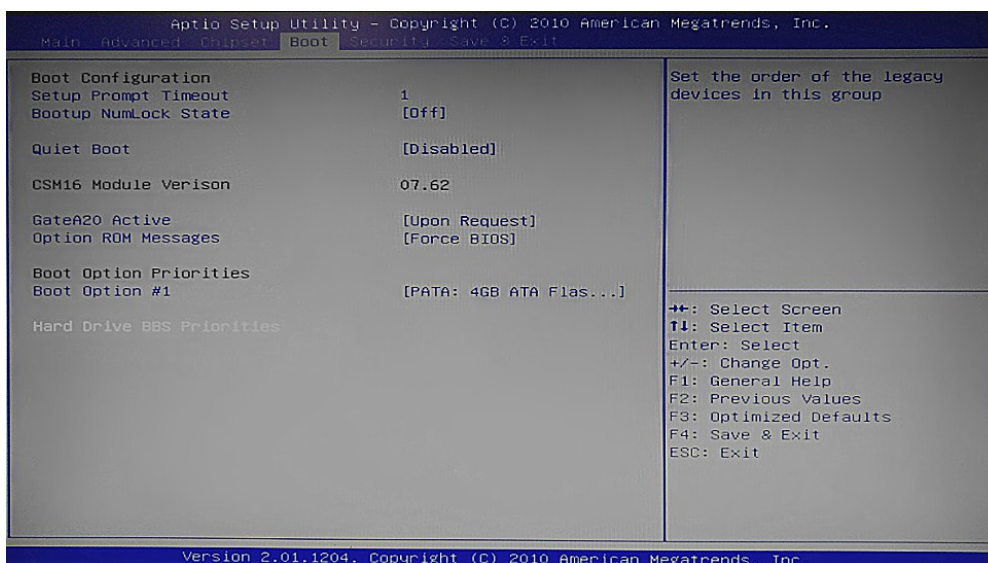

图 2-2 BIOS 设置 1
- 3) 在启动过程中按下 DEL 键进入 BIOS 设置界面（如图 2-2 所示），选择“Hard Drive BBS Priorities”按回车。